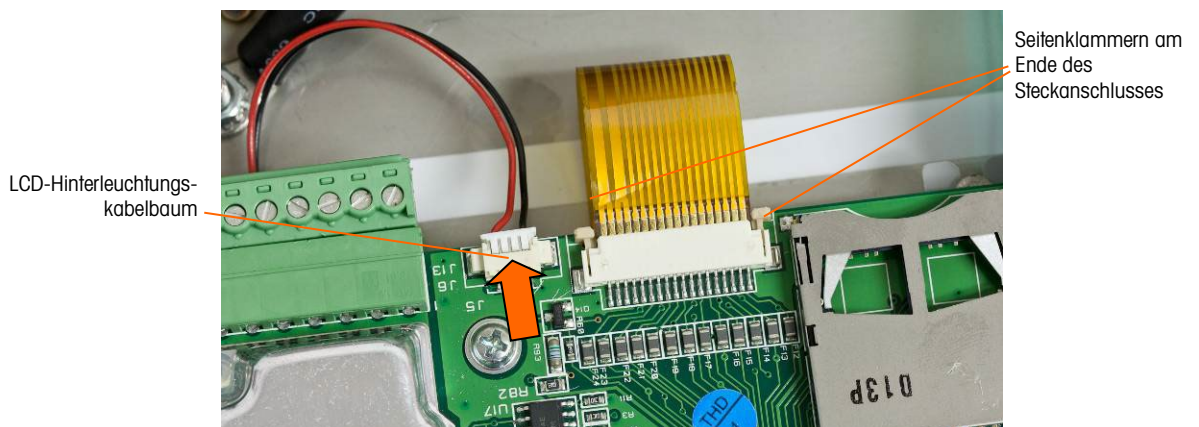

Abbildung 5-18: Ausbauen des Display-Kabelbaums
2. Um den mit der Display-Platine verbundenen Kabelbaum auszubauen, schieben Sie die beiden Kunststoffenden des Anschlusssteckers auf der Hauptplatine vorsichtig von der Mitte der Platine weg (zur Entlastung der Spannung auf dem Kabelbaum) und ziehen den Kabelbaum vom Steckanschluss ab. Die ist in Abbildung 5-18 dargestellt.
3. Bauen Sie den LCD-Hinterleuchtungskabelbaum (auch in Abbildung 5-18 dargestellt) aus, indem Sie ihn vorsichtig am linken und rechten Ende des Anschlusssteckers von der Platine